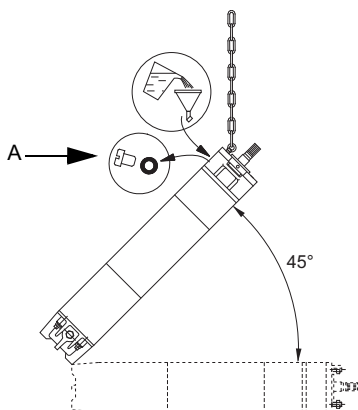

Рис. 4 Положення електродвигуна під час заливання рідини – MMS
1. Установити двигун під кутом 45°, при цьому верх двигуна має бути вгорі, див. рисунок 4.